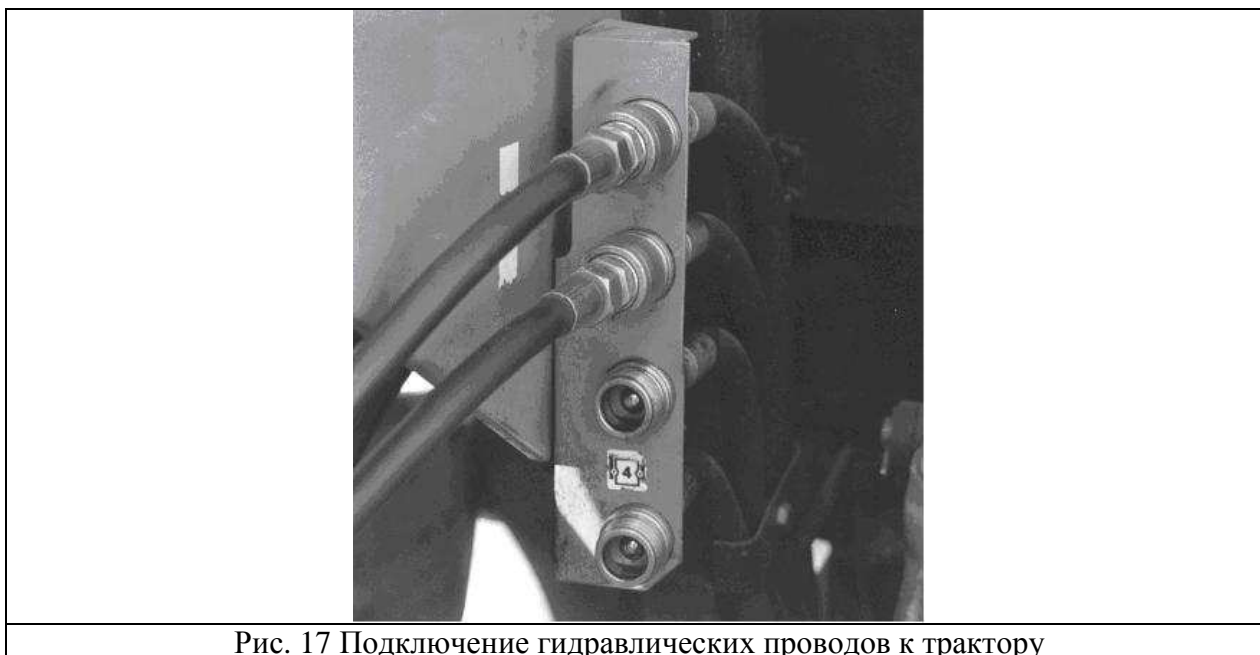

Рис. 17 Подключение гидравлических проводов к трактору
- Концы быстрых соединений гидравлических проводов обмотчика подключить к гнездам клапанов гидравлики трактора (**Рис. 17**)